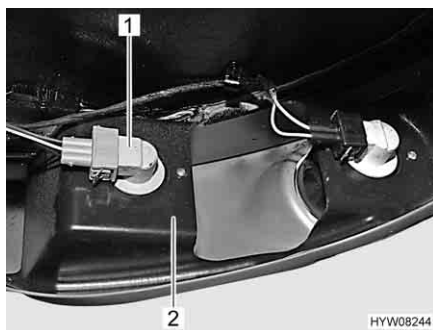

Fig. 101 Luce posteriore/luce freno
- Afferrare il portalampada (Fig. 101,2) da dietro.
- Ruotare di un quarto di giro il supporto lampada (Fig. 101,1) con lampada ad incandescenza e rimuoverlo.